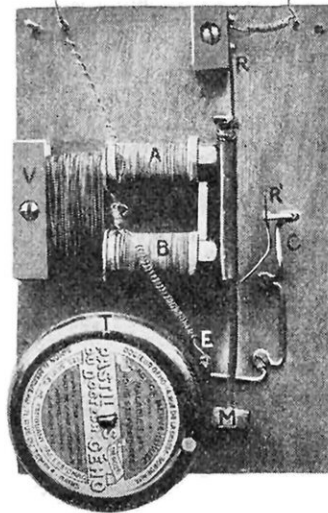

FIG. 19. — SONNERIE ÉLECTRIQUE QU'IL EST AISÉ DE CONSTRUIRE SOI-MÊME
La figure 19 (page suivante) représente une sonnerie électrique qui a été construite avec des matériaux que l'on trouve partout et au moyen d'un outillage rudimentaire.
Les interruptions de courant qui déterminent les battements de l'armature se produisent en face de la partie *F* du ressort, et, à chaque interruption du courant, une étincelle jaillit. Si elle jaillissait entre le ressort qui est en acier et la tige *C* (fig. 19), qui est en cuivre, ces deux métaux seraient rapidement brûlés, oxydés, et, au moment du contact, le courant ne passerait plus. Aussi est-il nécessaire de faire éclater l'étincelle entre deux pièces métalliques pratiquement inoxydables. Autrefois on y employait du platine, mais ce métal est devenu si cher que l'on ne peut plus y songer. C'est donc un contact en argent que nous établirons. Un objet hors d'usage ou une pièce de 0 fr. 50 démonétisée fourniront le métal nécessaire.
On voit sur la figure 19 le fil de cuivre *C* destiné à mettre en communication l'extrémité du ressort *R'* avec l'une des extrémités du fil qui circule dans les bobines. La forme de ce fil importe peu; il suffit qu'il soit solidement fixé à la planchette. Le mieux est de le plier en déterminant des œillets dans lesquels viendront
*L'appareil sonore.* — Quant à l'appareil sonore, il peut être constitué par un timbre en bronze ou en acier, par un grelot ou même, comme dans la sonnerie que représente la figure 19, par le couvercle d'une boîte métallique. La figure schématique n° 27 indique un moyen de fixer le timbre: il est soutenu par une sorte de tube fait d'un bout de tôle roulée et une vis enfoncée dans la planchette et traversant successivement le trou central du timbre, puis le tube assujéti l'ensemble.
*L'assemblage.* — Voilà tous les éléments dont se composera notre sonnerie; il ne reste plus qu'à les assembler. Reportons-nous à la figure 19. Nous commencerons par fixer l'électro-aimant au moyen d'une vis *V* qui traverse le bois, et que l'on voit sur la figure. Puis l'extrémité *R* du ressort sera vissée sur un rectangle de bois, de façon qu'en appuyant cette pièce sur la planchette l'armature vienne se placer parfaitement à hauteur des têtes d'électro-aimant. On a soin de serrer un bout de fil conducteur sous la vis la plus extérieure. Le rectangle de bois est fixé au moyen d'une seule vis; on plaque l'armature sur les électros et on enfonce cette vis; quand elle est bien enfoncée, on fait pivoter la pièce de bois qu'elle traverse pour que l'armature s'éloigne environ à un centimètre des élec-